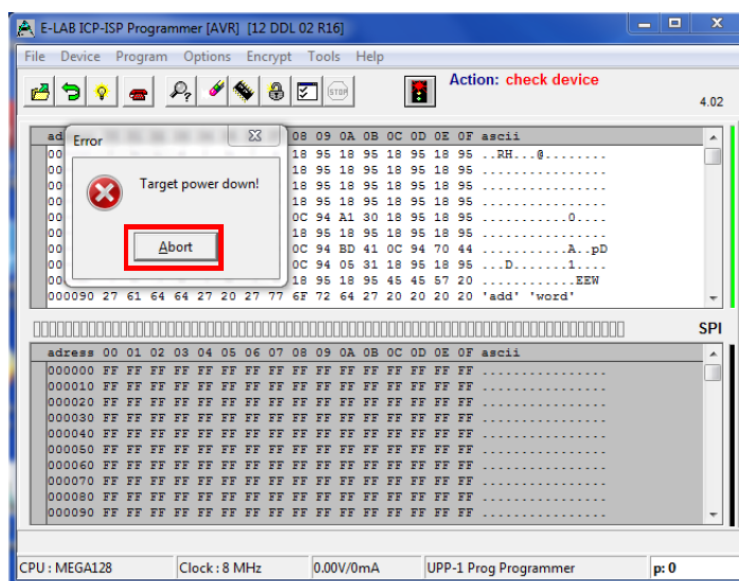

Рисунок 10
2.2.8 После проверки появляется сообщение об ошибке по умолчанию «Target power down!». Нажмите на кнопку «Abort» (рисунок 10).